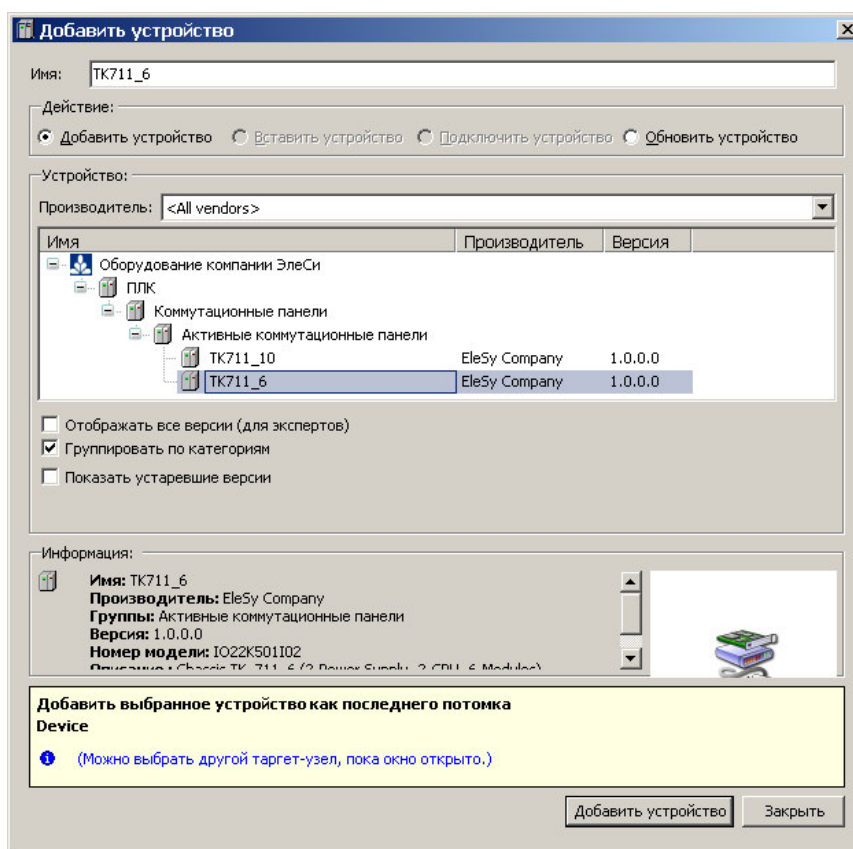

Рисунок 5 - Окно «Добавить устройство»
9. В дереве устройств установить курсор мыши на **Device**, щелчком правой кнопки мыши вызвать контекстное меню и выбрать команду «*Добавить устройство...*». Далее выбрать крейт «TK711_10» либо «TK711_6», в зависимости от исполнения коммутационной панели (в приведенном примере – это «TK711_6», Рисунок 5), и нажать кнопку «Добавить устройство».